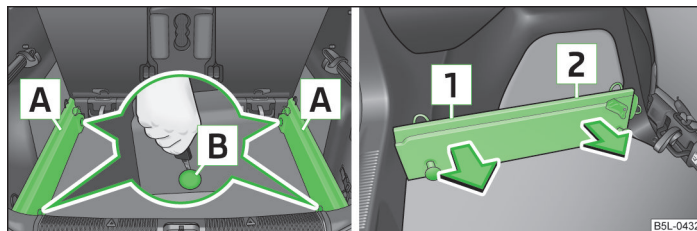

Fig. 63 Sgancio dei punti di fissaggio / rimozione delle guide
- Allentare i punti di fissaggio **B** » fig. 63 sulle guide di supporto utilizzando la chiave del veicolo oppure un cacciavite piatto.